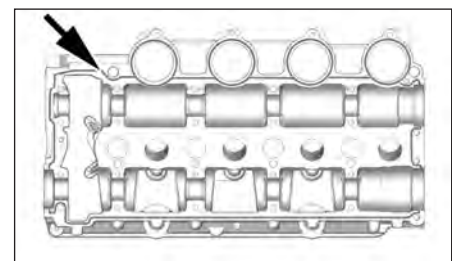

FIG.84
- Appliquer un cordon de 1,2 mm de diamètre de produit d'étanchéité sur le carter d'arbre à cames (Fig.84).